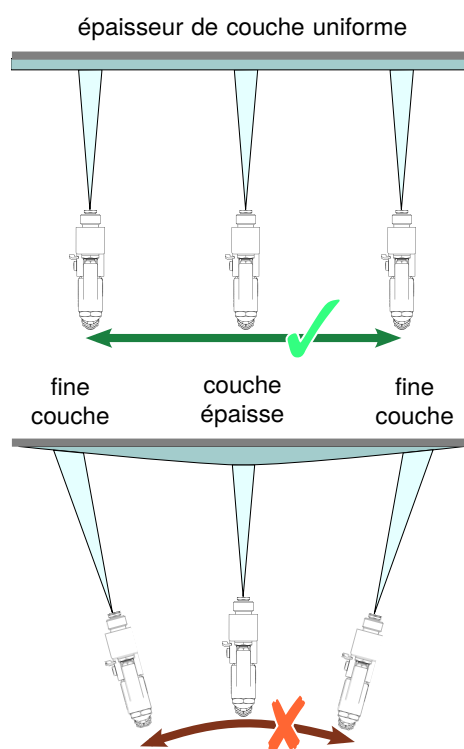

Fig. 17 – Guide de pistolet pulvérisateur
- Veillez à la vitesse constante et déplacez le pistolet pulvérisateur parallèlement à la surface à revêtir. Un pistolet pulvérisateur instable entraîne un revêtement irrégulier (voir Fig. 17).